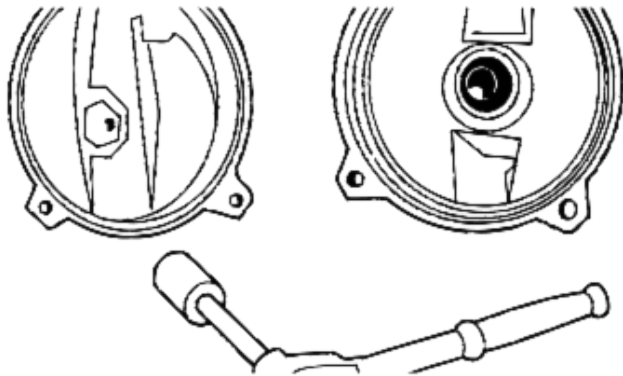

Figure 14 : Retirer la buse
8. La buse des modèles de 1/2 HP peut être retirée de la carcasse de la pompe à l'aide d'une clé à douille standard de 1 1/4 po munie d'une extension (figure 14). Sur les modèles de 3/4 et de 1 HP, le tube de venturi et la buse peuvent être retirés de la même manière en utilisant une douille de 27/32 po pour le venturi et une douille de 9/16 po avec une extension pour la buse.